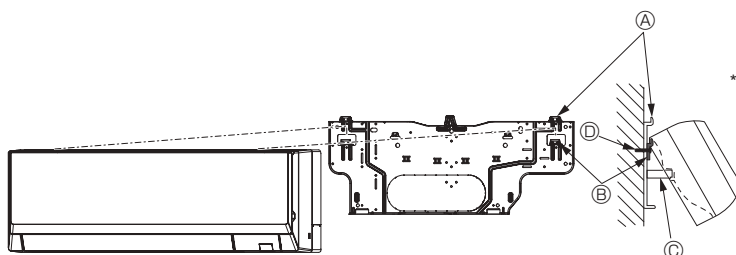

Fig. 3-12
- När inomhusenheten inte kan hängas och lyftas upp med den vanliga kroken (måttet i 2.1. ⓐ (mellanrummet mellan taket och enheten) är 75 mm eller mindre), ska enheten hängas på den nedre kroken för vänster rör. (Fig. 3-12)
(Fig. 3-12)